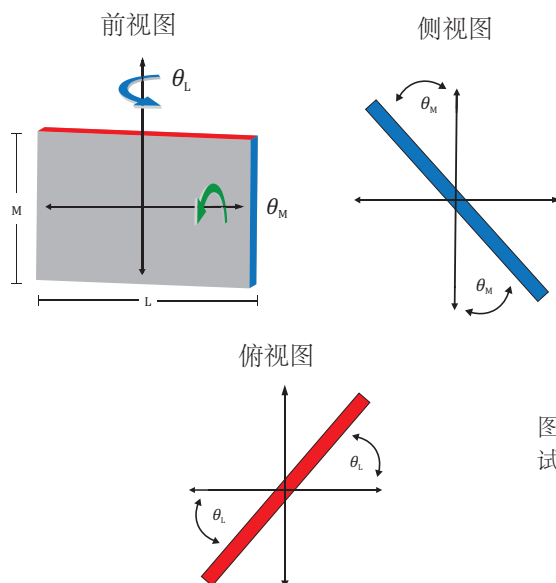

图6:显示步骤3中旋转 θ_L 和 θ_M 的试样示意图
- 确定目标对于 θ_L 和 θ_M 可以旋转的最大角度，其中L和M是VIC-EDU系统提供的标定板的实际尺寸。参见图6提供额外的指导。如果这些尺寸没有刻在标定板上，你应该测量L和M。你可能会考虑下面这样的方程。